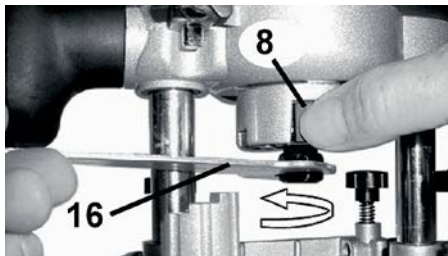

Рисунок 2
- За допомогою ключа (16, рисунок 2), що входить у комплектацію, відкрити/закрутити цанговий патрон.
- За допомогою ключа з комплекту (16, рисунок 2), розтиснути цанговий патрон.